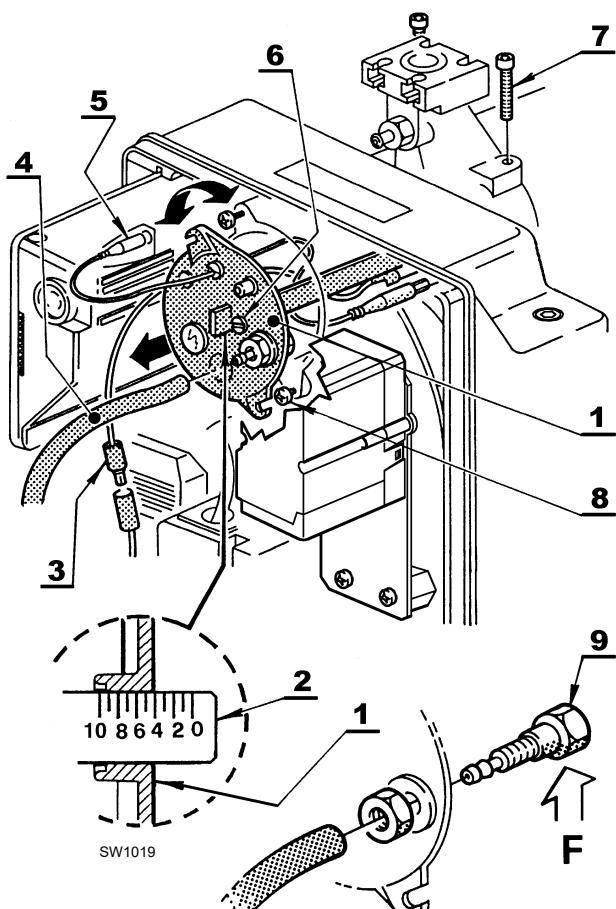

Fig. 13
Depende del caudal del quemador y se efectúa girando en sentido horario o antihorario el tornillo de regulación 6)(Fig. 13) hasta que la muesca de la brida de regulación 2)(Fig. 13) coincida con el plano exterior del conjunto portaboquilla 1)(Fig. 13).
Para extraer el grupo cabezal (Fig. 13) es necesario:
Se aconseja no alterar la posición de regulación brida-codo 2)(Fig. 13) durante el desmontaje.
Volver a montar siguiendo el mismo procedimiento antes descrito en el orden inverso. colocando el grupo cabezal 1)(Fig. 13) en su posición original.
Enroscar los tornillos 7)(Fig. 13) sin apretarlos hasta que hagan tope. Bloquearlos con un par de apriete de 3 - 4 Nm.
Si la toma de presión del aire (11)(Fig. 13) se aflojase accidentalmente. reapretarla asegurándose que el orificio (F)(Fig. 13) situado en la parte interna del grupo cabezal (1)(Fig. 13) esté orientado hacia abajo.